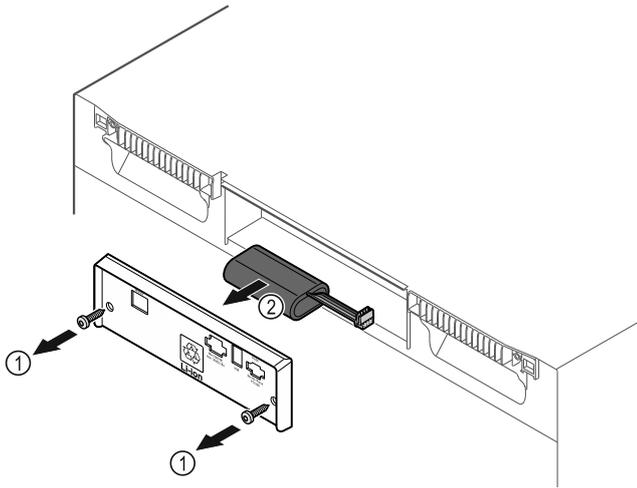

Fig. 235
► Ξεβιδώστε τις βίδες και αφαιρέστε το κάλυμμα στην πίσω πλευρά της συσκευής Fig. 235 (1).
► Αποσυνδέστε και τραβήξτε έξω την μπαταρία Fig. 235 (2).